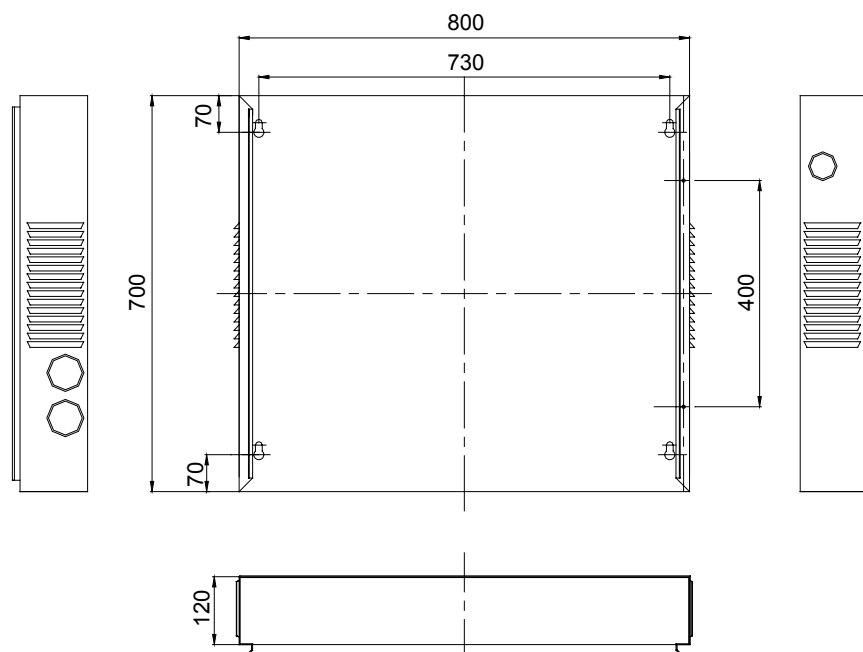

Рис. 7.11
7.2.4.2 На рис. 7.11 показаны размеры шкафа, рассчитанного на 10 коммуникационных модулей. Для большего количества коммуникационных модулей чертеж на шкаф должен быть разработан заново.